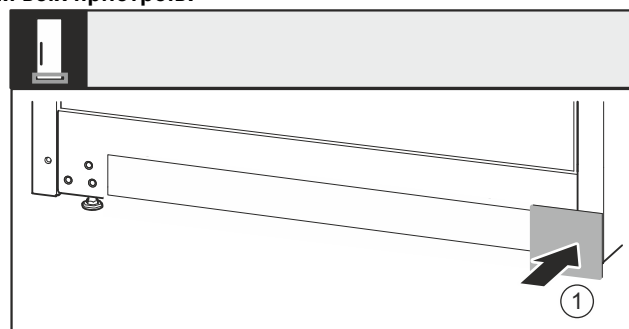

Fig. 38
- ▶ Знову вставте кришку Fig. 38 (1) з іншого боку.